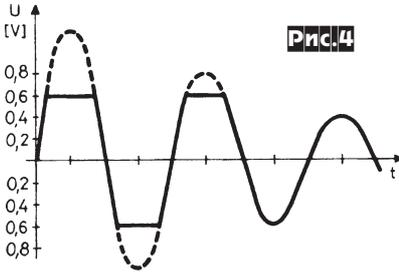

Рис.4
НЧ), +16/-20 дБ на 1 кГц (P2, тембр С4) и +10/-19 дБ на 20 кГц (P3, тембр В4). Далее микрофонный сигнал через регулятор уровня P4 подается на один из триодов V4 микшера (сумматора) с общей анодной нагрузкой R23. Гитарный канал (V5-V7) отличается от микрофонного отсутствием транзисторного предусилителя и наличием дополнительного «эффектного» каскада на V8, представляющего собой двухступенчатый мягкий ограничитель (его действие на сигнал иллюстрирует рис. 4) на кремниевых диодах D1-D4 с регуляторами эффекта P10, P11. Переключателем K1 в гитарном канале можно выбирать либо темброблок (положение 2), либо эффект (1). На V9 выполнена гитарная часть микшера. Чувствительность микрофонного канала 0,8 мВ, входное сопротивление 80 кОм, гитарного 30 мВ/470 кОм. Общая громкость регулируется потенциометром P5, движок которого соединен с входом УМЗЧ (рис. 3). Последний выполнен на двух парах 6П3С (6L6GC) V13-V16 с фа-